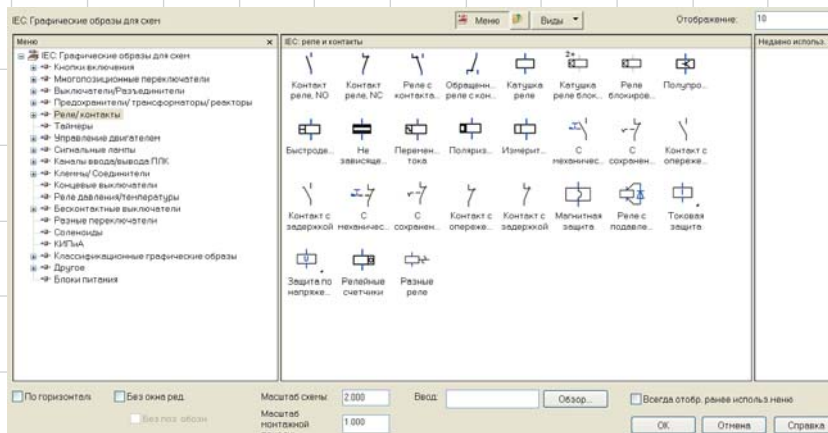

Рис. 2. Библиотека УГО
- библиотекой УГО и физических образов, удовлетворяющей многим стандартам (рис. 2);